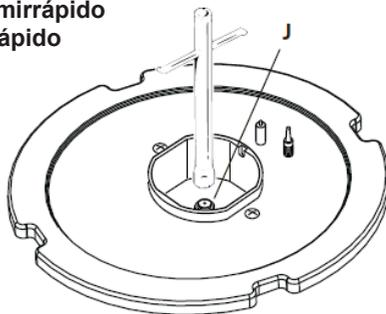

Fig. 2.2a
- Usando una llave, sustituya los inyectores «J» (Fig. 2.2a, 2.2b) por los más adecuados para el tipo de gas con el que se van a utilizar.